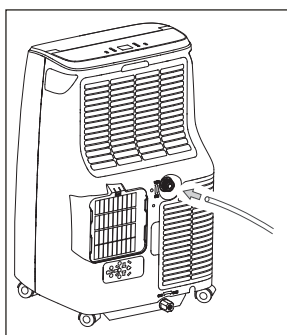

Fig. 9
3. Connectez le tuyau de vidange (1/2" [12,7mm], non inclus). (Fig. 9)